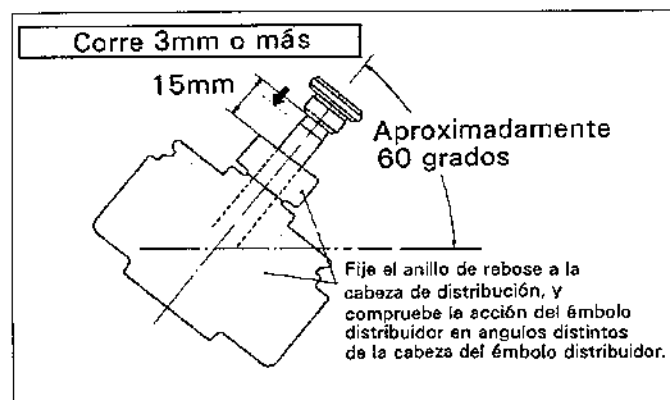

Figura.13-2 Comprobación del émbolo distribuidor (2)
b. Inclíne la cabeza aproximadamente 60° (Vea la figura.13-2)